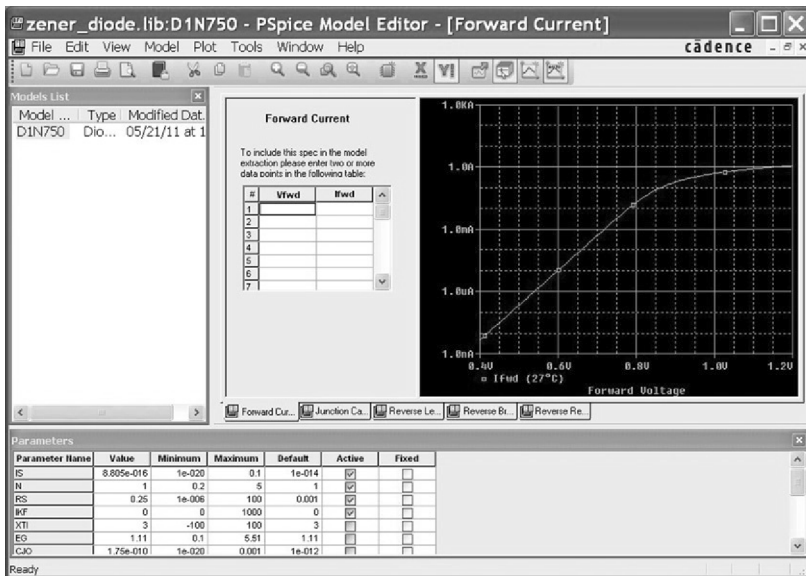

图 16.17 建立 zener.lib 文件
3. 选定二极管然后选择 **rmb > Edit PSpice Model** 打开模型编辑器。如图 16.17 所示，新建元器件库名称为 zener\_diode.lib，显示在模型编辑器的顶部。
4. 从顶部工具栏选择 **View > Extract Model** 进行模型参数提取。在第一个 PSpice 模型编辑器窗口中单击 Yes 按钮，然后在接下来的参数窗口中单击 OK 按钮。如图 16.17 所示，模型编辑器中将显示二极管的正向电流特性曲线。